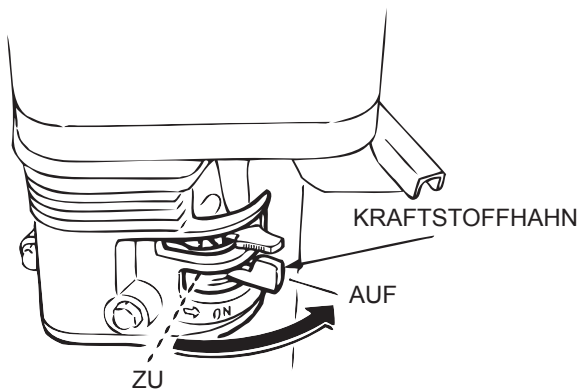

Abbildung 6. Kraftstoffhahn, Position ON (AUF)
1. Den Kraftstoffhahn (Abb. 6) auf "ON" (AUF) stellen.